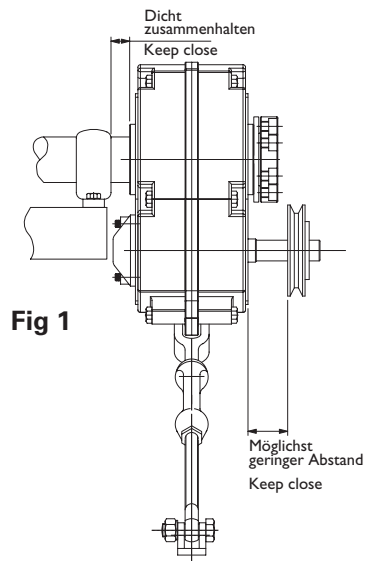

Fig 1
1. Riemenscheibe so nahe wie möglich am Untersetzungsgetriebe auf der Antriebswelle montieren. Siehe Abbildung 1. Bei Nichtbeachtung dieser Anleitungen wird eine übermäßige Last auf die Lager der Welle ausgeübt, und es besteht die Gefahr, eines frühzeitigen Ausfalls.
1. Install pulley on gearbox input shaft as close to the reducer as possible. See fig 1. Failure to do this will cause excess loads in the input shaft bearings and could cause their premature failure.